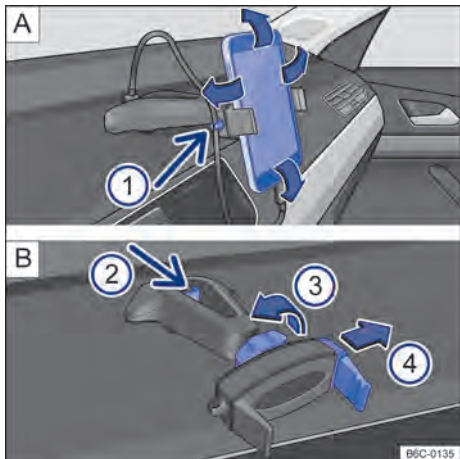

Fig. 225 No console central: suporte para telefone celular e ajustes.
- Segurar o suporte com uma mão e pressionar o botão de destravamento → Fig. 225 ② (seta).
- Com a haste → Fig. 225 ④ deslocar no sentido da seta, e instalar o telefone celular no alojamento.
- Com a outra mão deslocar a haste → Fig. 225 ④ até que seja possível remover o aparelho do alojamento.
- Colocar o cabo USB na entrada carregador USB do suporte existente no painel de instrumentos → Fig. 225 .
- Prender o cabo no suporte → Fig. 225 ①.
- Para liberar o movimento do suporte, girar a trava → Fig. 225 ③ no sentido contrário da seta.
- Para fixar a posição, girar a trava no sentido da seta ③ → Fig. 225 até a fixação total do suporte.
O suporte para telefone celular tem garantia de 3 anos, com exceção da haste deslizante (garra) → Fig. 225  ④ que tem garantia de **1 ano**.